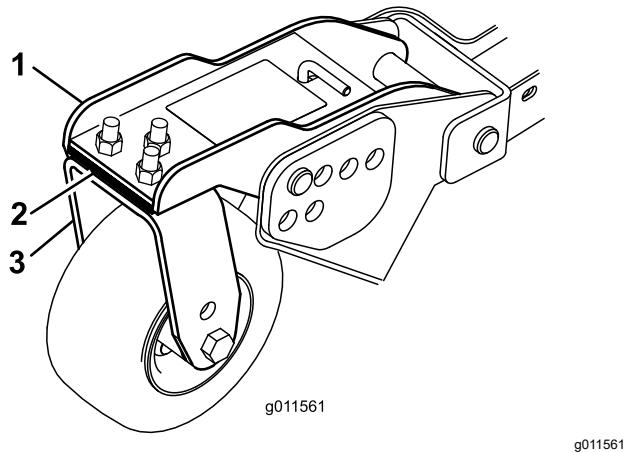

Figure 30
- Ajoutez ou retirez des cales de 3 mm ($\frac{1}{8}$ po) sur le(s) bras pivotant(s) avant pour que la hauteur de coupe corresponde à celle indiquée sur l'autocollant (Figure 30).
3. Si le bord intérieur de l'unité de coupe latérale est trop élevé par rapport au bord extérieur de l'unité de coupe avant, retirez une cale de 3 mm ($\frac{1}{8}$ po) au bas du bras de la roue pivotante intérieure avant de l'unité latérale (Figure 30).